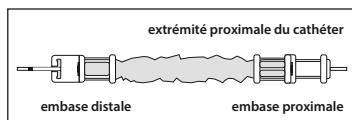

Figure 4
- Insérer l'extrémité du cathéter souhaité à travers l'extrémité proximale de la gaine anticontamination du cathéter. Faire progresser le cathéter dans la tubulure et l'embase à l'autre extrémité (voir Figure 4).